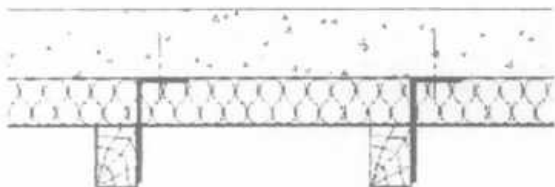

Figure 11
6.3 L'isolant est posé sur la structure porteuse derrière les chevrons (figure 11).